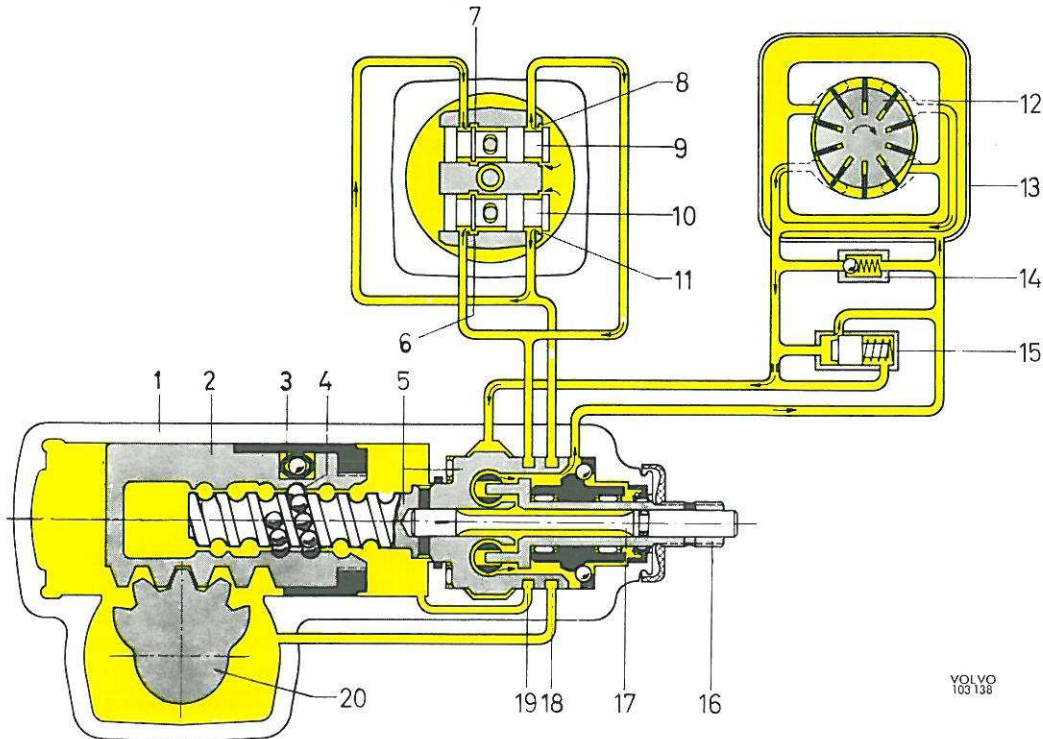

Figure 45. Principe de fonctionnement, position neutre
Le boîtier (1, figure 45) comporte dans sa partie inférieure une sorte de cylindre dans lequel est monté le piston (2). Ce dernier porte à l'une de ses extrémités une sorte de crémaillère qui est prise avec le secteur denté de l'axe porte-secteur (20). Les mouvements de déplacement axial du piston, qui sont déterminés par le degré de braquage des roues, sont obtenus par la vis sans fin de direction (5), par l'intermédiaire de l'écrou à recirculation de billes. Les billes (4) sont logées dans une gorge hélicoïdale qui constitue le filetage de l'écrou. Les mouvements de déplacement de la vis sans fin de direction viennent de la colonne de direction par la tige de commande de direction (16) et de la barre de torsion (17) qui est fixée dans cette tige de commande. La vis sans fin de direction est montée dans la partie supérieure du boîtier d'une part par un roulement axial à aiguilles, de l'autre par un roulement conique à billes. La bague intérieure de ce dernier roulement fait également office de bague extérieure aux roulements à deux rangées d'aiguilles de la tige de commande de direction.
Les figures 45, 46 et 47 indiquent schématiquement la position des soupapes de commande et le sens de déplacement de l'huile. Afin de pouvoir indiquer plus clairement la liaison entre les soupapes et la partie du boîtier de direction dans laquelle travaille le piston servo, le mécanisme de direction est représenté sur les figures indiquées par une section longitudinale et une section transversale, cette dernière passant par les soupapes de commande. En outre, des conduits d'huile fictifs sont représentés pour marquer la liaison entre ces deux sections.
De la pompe, l'huile est refoulée dans un compartiment annulaire autour du distributeur d'huile (le grand cercle dans la section transversale). En position neutre, (figure 45), les soupapes de commande (9 et 10) occupent une position telle que l'huile peut passer à travers les rainures d'entrée (8 et 11) pour se diriger vers les gorges annulaires (18 et 19) dans le distributeur d'huile. De ces gorges annulaires, l'huile est dirigée d'une part vers les deux extrémités du piston (2) par les canaux (18 et 19) de l'autre — tant que les soupapes occupent la position neutre — vers les deux rainures de sortie (6 et 7) aux soupapes de commande. Des rainures de sortie, l'huile passe dans un canal de retour pour retourner au réservoir.